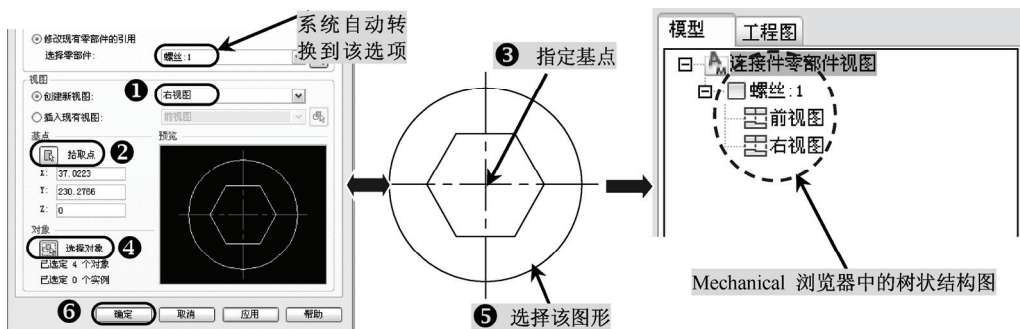

图 7-27 创建螺丝右视图
3) 创建该螺丝的右视图,创建了右视图后单击“确定”按钮退出,如图 7-27 所示。